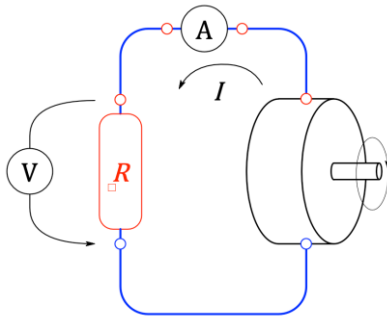

Fig. 4 Circuito de prueba para optimizar el impulsor, empleando un voltímetro y un amperímetro
- Medir la tensión V y la intensidad I a través de la resistencia R proporcionada según se muestra en la Fig. 4. Para este montaje se necesitan un voltímetro y un amperímetro. La potencia es